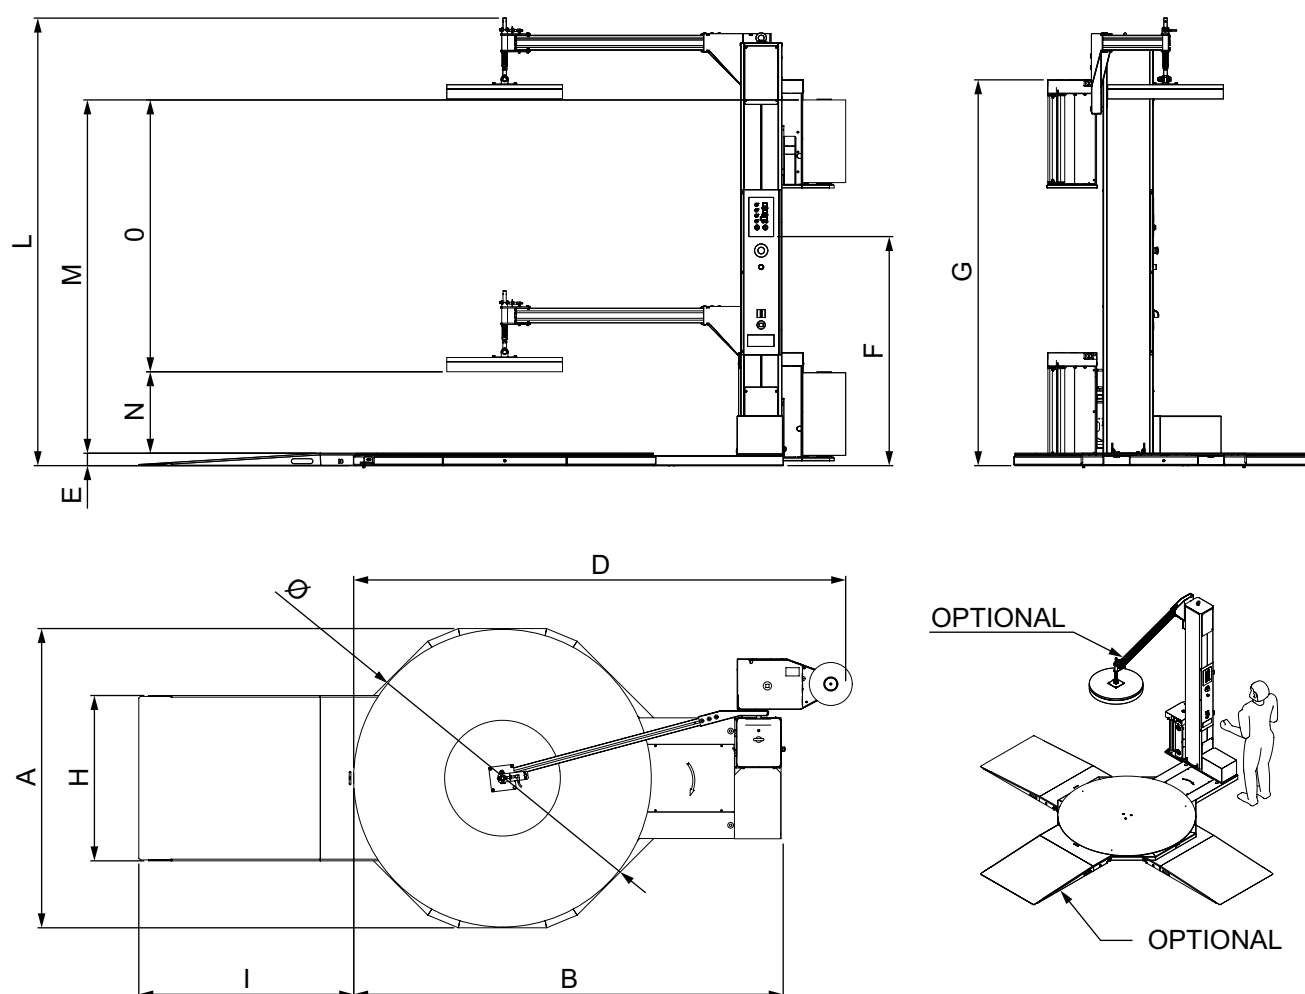

Figure 36
- Dimensions hors-tout	Voir Figure 36 - pag. 59